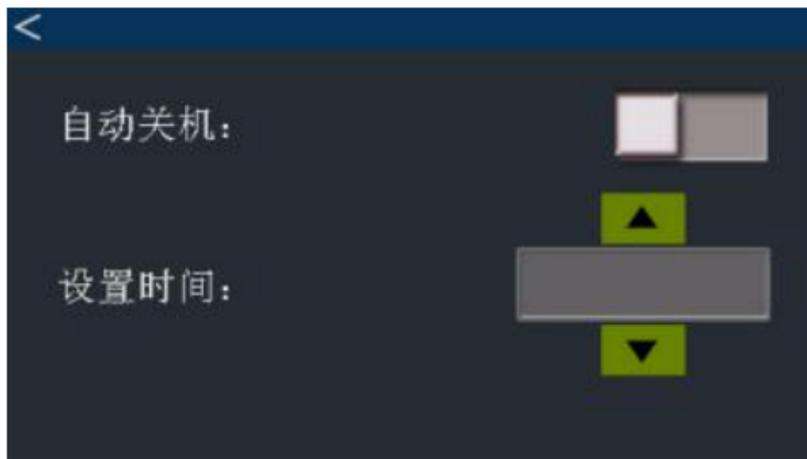

图 26 自动关机设置界面
- vi. 自动关机：点击自动关机，进入自动关机设置界面（图 26），用户根据工作需要，选择打开或者关闭自动关机。关闭，则永不自动关机，直到电量